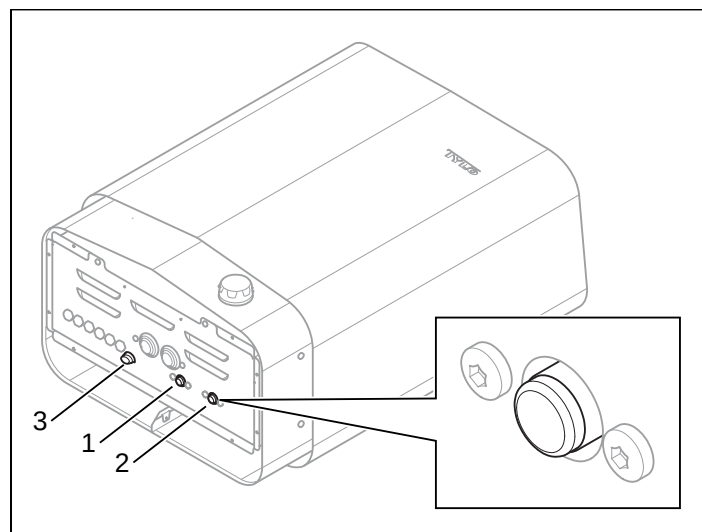

Рисунок 9: Сброс температурного выключателя
- **Резервуар для воды** - Температурный выключатель в резервуаре предназначен для защиты нагревательного элемента от выпаривания досуха. Под нагревателем расположена красная кнопка сброса, которая должна находиться в нажатом положении (см. Рис. 9). В случае срабатывания выключателя, кнопка зафиксирована в неподвижном положении и после перезапуска «отщелкнет». В случае если срабатывания выключателя не произошло, то после перезапуска кнопка будет пружинить.
- **Нагреватель** - Температурный выключатель в нагревателе предназначен для защиты компонентов, труб и деревянных конструкций в сауне от перегрева. Под нагревателем расположена красная кнопка сброса, которая должна находиться в нажатом положении (см. Рис. 9). В случае срабатывания выключателя, кнопка зафиксирована в неподвижном положении и после перезапуска «отщелкнет». В случае если срабатывания выключателя не произошло, то после перезапуска кнопка будет пружинить.